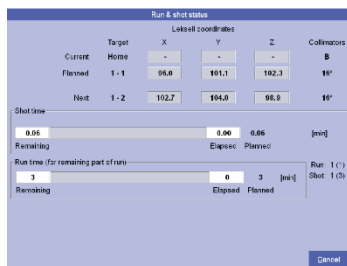

図3：照射内容を示すオペレータモニター画面
- オペレータコンソール上又はコントロールパネル上のスタートボタンを押すと遮蔽扉が開き、トリートメントテーブルが照射位置に移動する。スタートボタンとイネイブルボタンを同時に押して照射を開始するとオペレータモニター（図3）に照射経過時間、コリメータの状況等が表示される。
① 本品の構成部品であるマスクアダプタ、MRヘッドサポート、MRフィリップスインターフェイス、マスク（本品に含まない）及びクッション（本品に含まない）から構成されるシステム。
② 本品に含まない